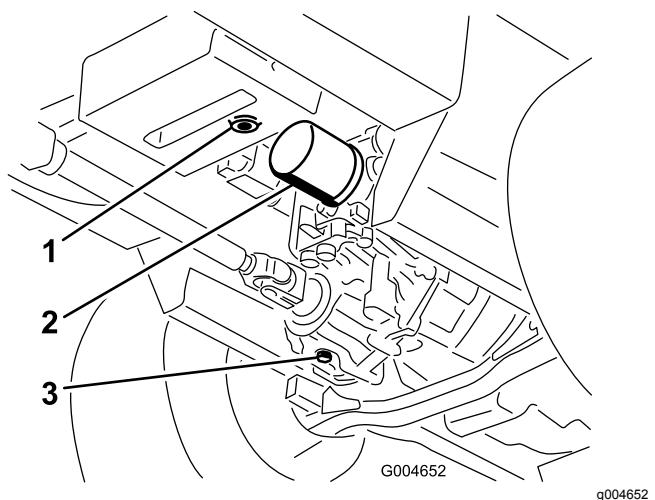

Figure 86
3. Placez un grand bac de vidange sous le réservoir hydraulique et le carter de transmission, et enlevez les bouchons pour vidanger tout le liquide hydraulique (Figure 86).
4. Nettoyez la surface autour du filtre à huile hydraulique et retirez le filtre (Figure 86).